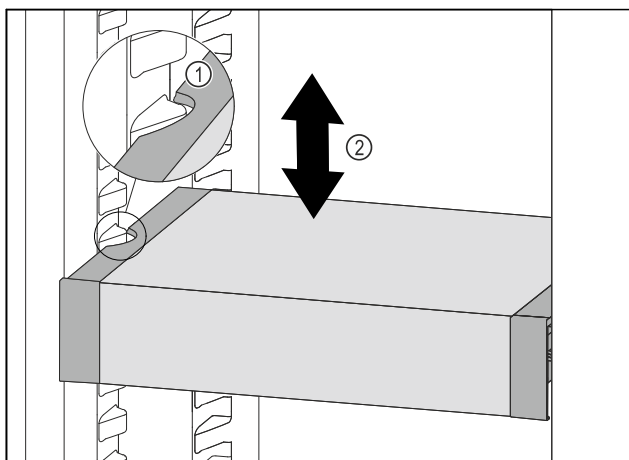

Fig. 243
- Trekk VarioSafe forover, til utsparingene på sidene av VarioSafe er på nivå med rillene i kjøleskapet. Fig. 243 (1)
- Flytt VarioSafe oppover eller nedover i kjøleskapet, til ønsket høyde er nådd. Fig. 243 (2)